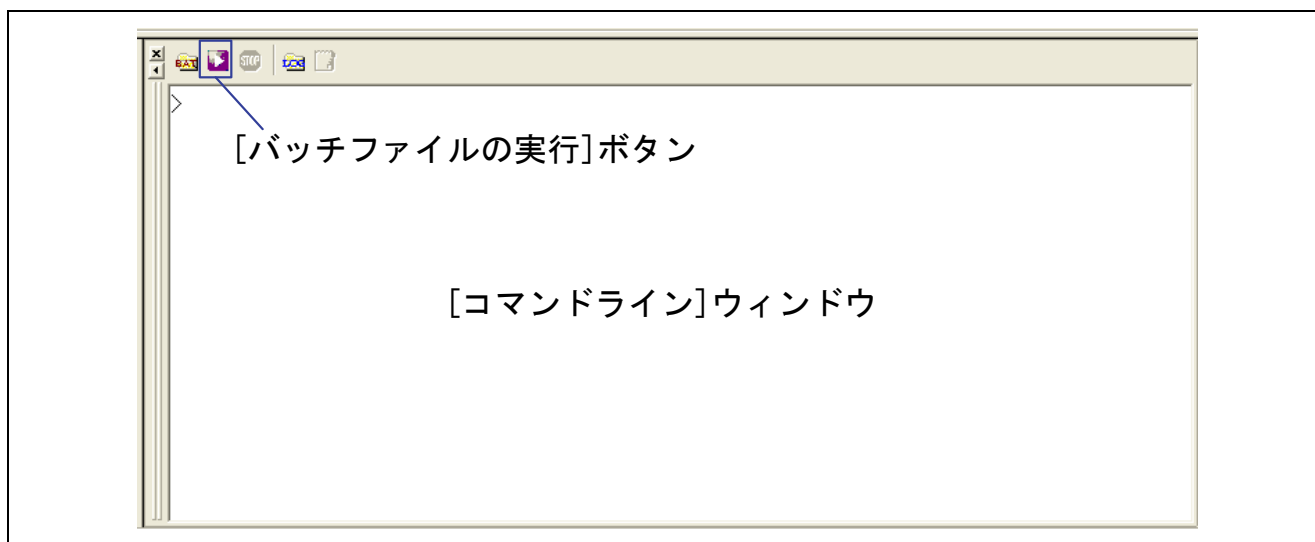

図17 [コマンドライン]ウィンドウと[バッチファイルの実行]ボタン
- 接続確立後、High-performance Embedded Workshopの[表示]メニュー→[コマンドライン]を選択し、図 17 に示すように[コマンドライン]ウィンドウを表示してください。